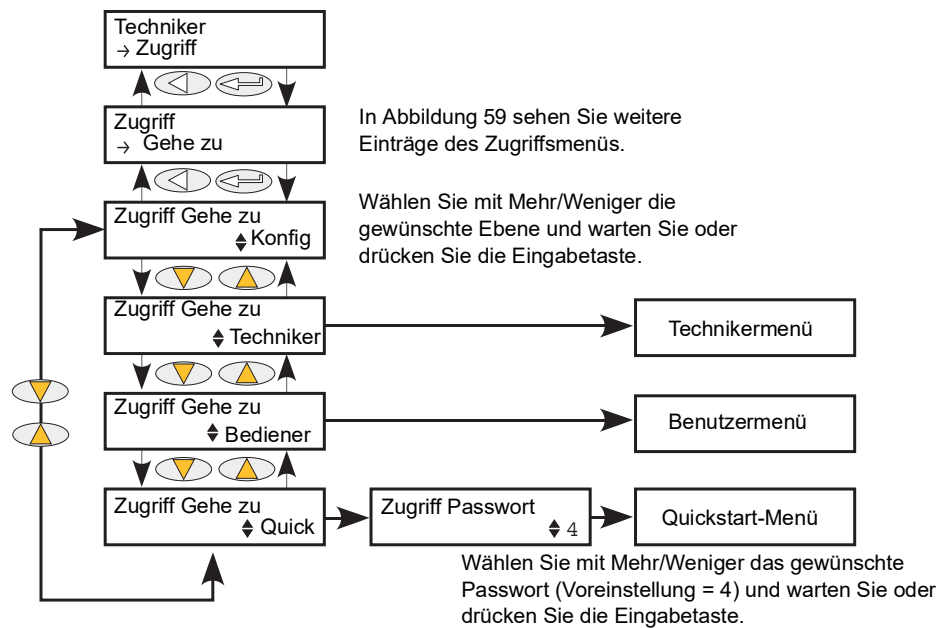

Abbildung 58 Menü „Gehe zu“
1. Verlassen des Konfigurationsmenüs und Wechsel auf eine andere Zugriffsebene mit „Gehe zu“. Benutzer- und Technikermenüs erfordern keine Passwörter, da ihre Sicherheitsstufe geringer ist als die des Konfigurationsmenüs. (Abbildung 58 zeigt das Layout des Menüs.)